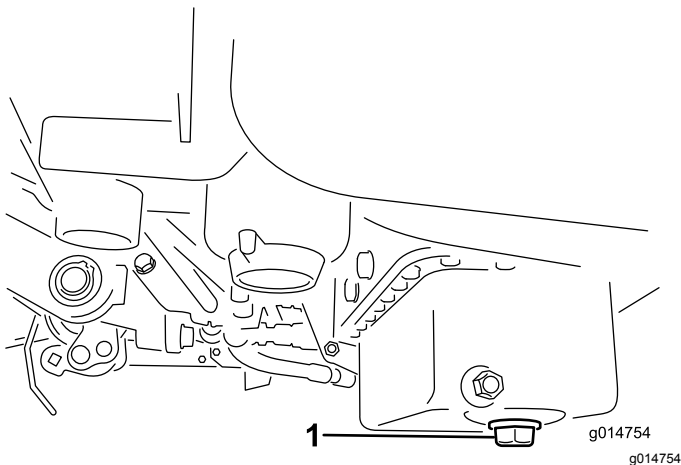

Bild 45
- Entfernen Sie die Ablassschraube und lassen das Öl in eine Auffangwanne ab. Schrauben Sie die Ablassschraube wieder ein, nachdem das Öl abgelassen ist (Bild 45).